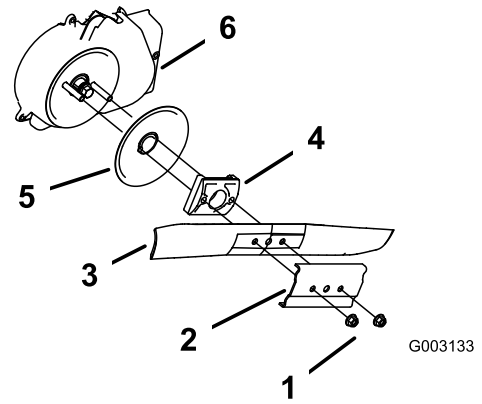

Figura 41
3. Retire las 2 tuercas de la cuchilla y el refuerzo (Figura 41).
4. Retire la cuchilla (Figura 41).
5. Retire el impulsor de la cuchilla y el disco (Figura 41).
6. Retire el protector del embrague del freno de la cuchilla (Figura 41).
10. Instale la cuchilla y el refuerzo que retiró anteriormente (Figura 41).